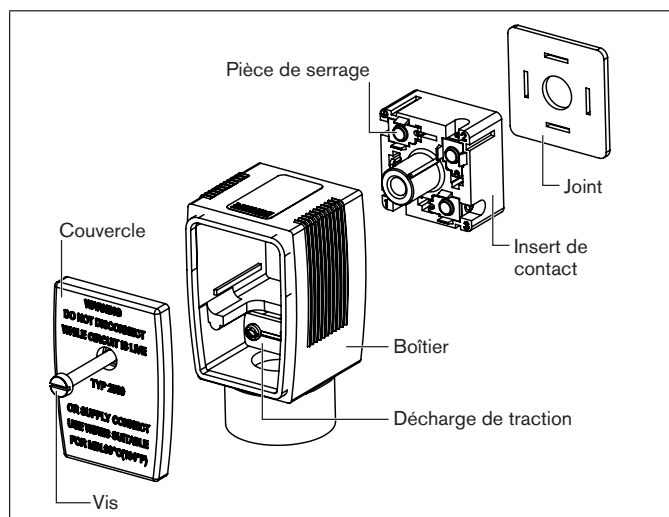

Fig. 2 : Vue éclatée du connecteur type 2509
- Retirer l'insert de contact du boîtier (voir « Fig. 2 »).